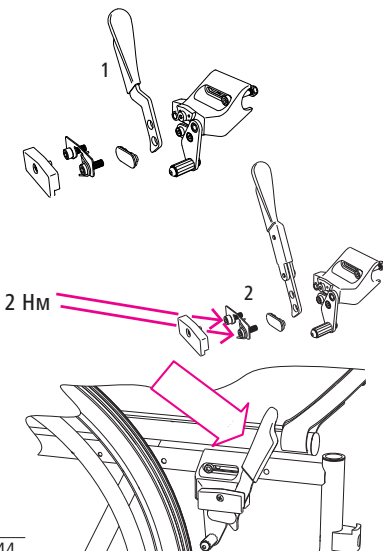

Рис.44
1. Повністю демонтуйте стандартний важіль гальма, як показано на рисунку (1, рис. 44).
2. Встановіть на візок подовжувач важеля гальма (2, рис. 44) в зворотному порядку.